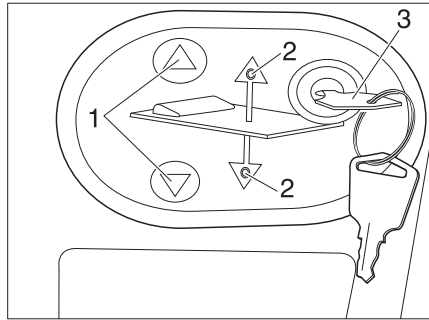

Fig. 159 Panneau de commande pour le lit escamotable électrique
- Insérer la clé (Fig. 159,3) dans le panneau de commande.
- Appuyer sur la touche (▽) (Fig. 159,1) et la maintenir enfoncée. Le voyant DEL correspondant (Fig. 159,2) s'allume et le lit escamotable s'abaisse jusqu'à la position intermédiaire et reste ensuite en place.
- Appuyer sur la touche  (Fig. 159,1) et la maintenir enfoncée. Le voyant DEL correspondant (Fig. 159,2) s'allume et le lit escamotable s'abaisse complètement.